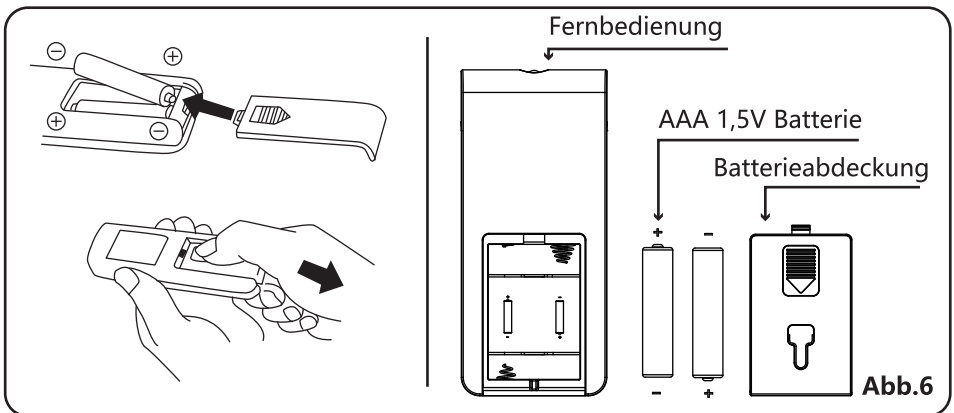

Abb.6
2. Legen Sie die Batterien ein und vergewissern Sie sich, dass sie wie in Abb. 6 gezeigt eingesetzt sind.